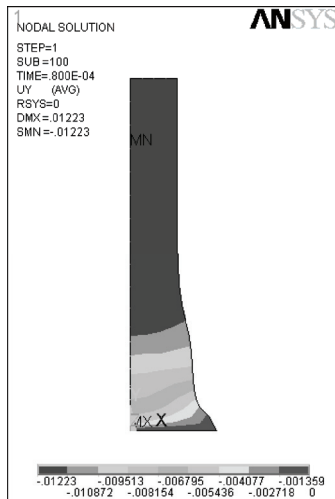

图 5-211 Y 方向位移等值线图
2) 选择 Main Menu | General Postproc | Plot Results | Contour Plot | Nodal Solu 命令，出现 Contour Nodal Solution Data 对话框，选择 Nodal Solution | DOF Solution | Y-Component of displacement，单击 OK 按钮，ANSYS 显示窗口显示如图 5-211 所示的 Y 方向位移等值线图。